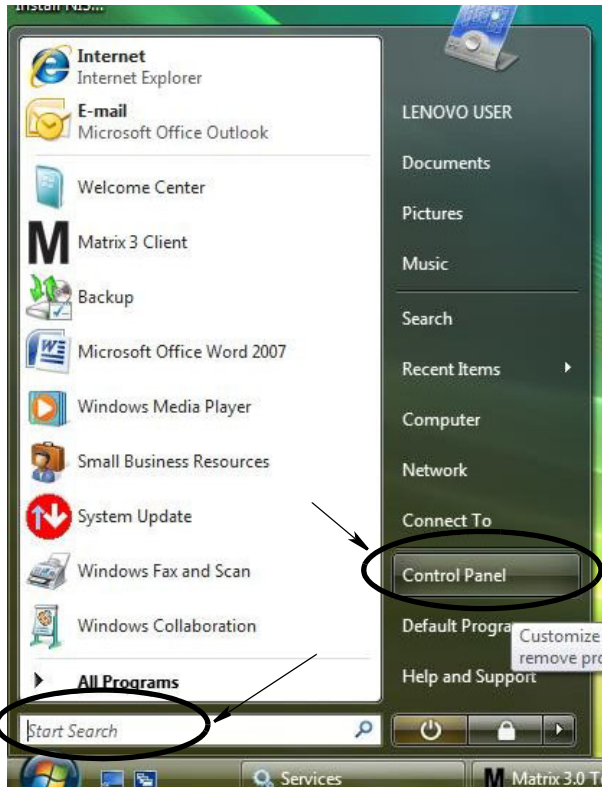

Рис. 16
1. На рабочем столе нажмите «Пуск» и откройте «Панель управления» (Рис. 16).